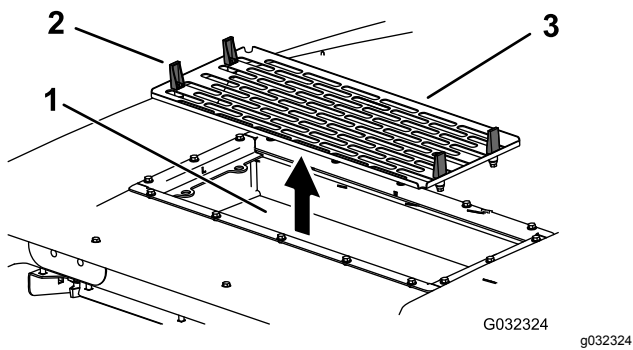

**Bild 94**
7. Bauen Sie Luftfilter, Gitter und Klimaanlage wieder ein (Bild 92, Bild 94 und Bild 95).
8. Schließen Sie das Kabel jedes Lüfters an (Bild 94).